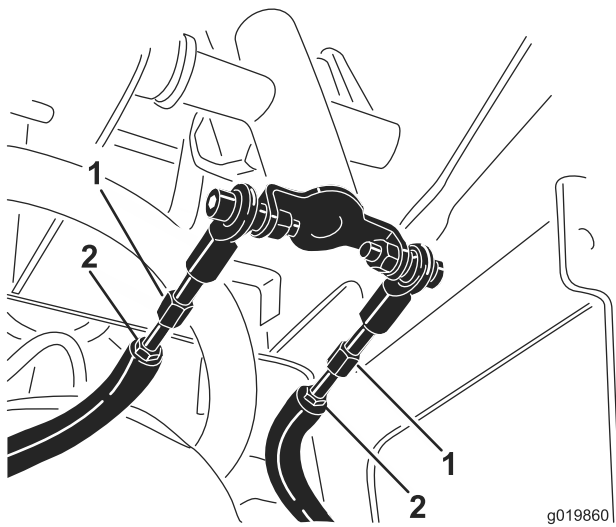

Bild 55
- D. Lösen Sie die Klemmmuttern an den Zugstangen unter dem Armaturenbrett (Bild 55).